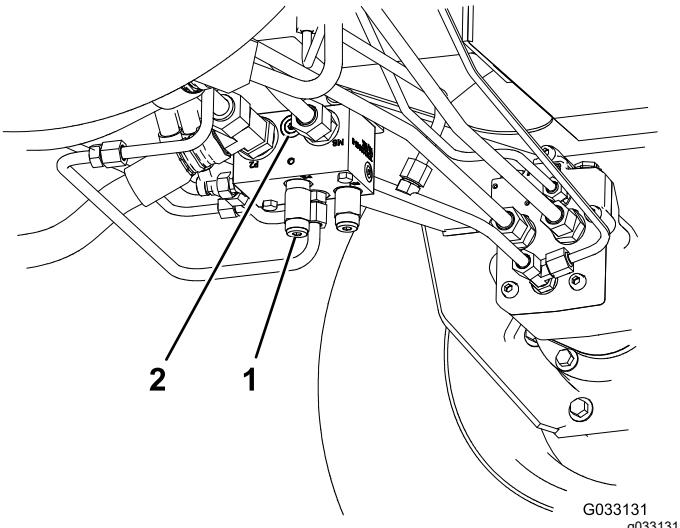

Figura 39
- N. cat. Toro 95-0985, raccordo di accoppiamento (2)
- N. cat. Toro 340-77, raccordo idraulico (2)
- Montate un raccordo diagnostico nel foro non marcato situato tra i fori M8 e P2 sul collettore della trazione posteriore (Figura 39).